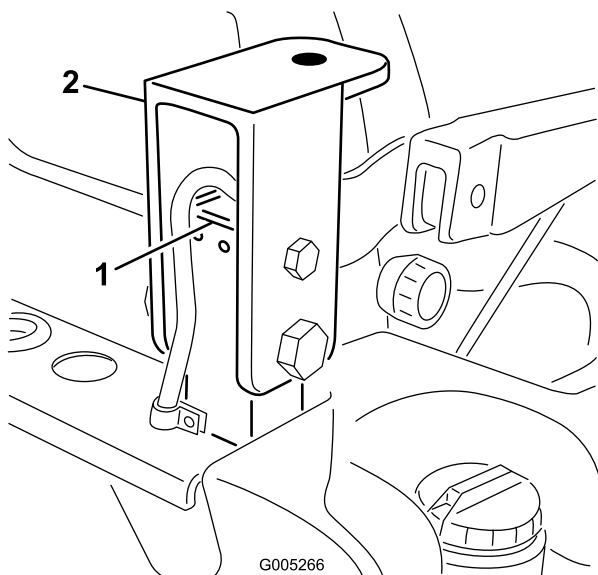

Figura 90
47. Retire los pernos y las tuercas que sujetan los soportes de montaje de la cabina a los postes del ROPS (Figura 90).